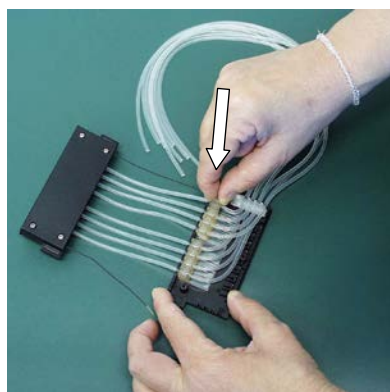

图 5-44.将管体紧固器按压到位
9. 将每个管体紧固器在其塑料视窗上的槽口内按压到位 (图 5-44)。